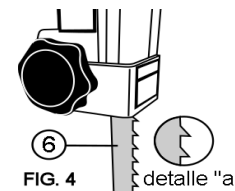

FIG. 4
6.- Instalación de la cinta sierra (6):
A.- El primer paso es tomar la cinta sierra en la posición que va a ser colocada, la referencia son los dientes, **la dirección de los mismos deberá de ser hacia abajo, que es la dirección del corte como se muestra en el detalle "a" de la fig. 4.**
B.- Ahora coloque la cinta sierra en las poleas (2 & 25), primero en la superior, luego en la inferior, colóquela ahora en las guías (15, 16 & 17) y entre los limpiadores (20).
C.- Gire la manivela del tensión (18), a favor de las manecillas del reloj, hasta que en la mirilla (1) del ensamble de la campana (31) se observe la línea roja que indica la tensión adecuada de la cinta sierra.
D.- Gire la polea superior (2) a favor de las manecillas del reloj, 2 ó 3 revoluciones con su mano **"haga esto con mucho cuidado"**, para verificar que todo esta correcto.